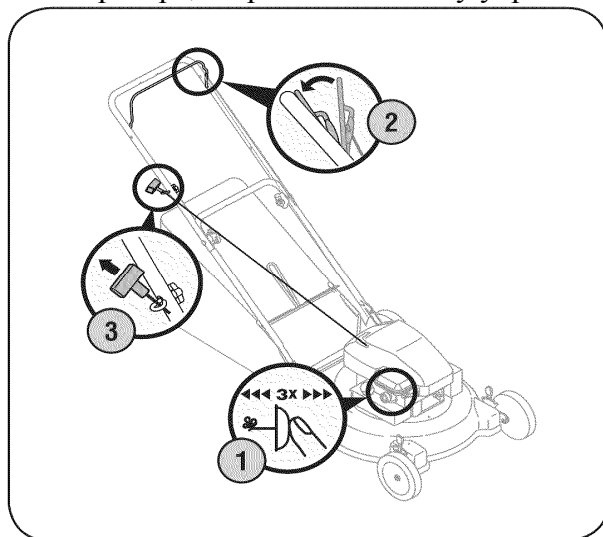

РИС. 10
1. Осуществляя запуск двигателя впервые, нажмите на кнопку подкачки топлива пять раз. При дальнейших запусках необходимо нажать на кнопку подкачки три раза. Ожидайте 2 секунды между каждым нажатием. (См. РИС. 10). Не используйте кнопку подкачки для теплого двигателя.